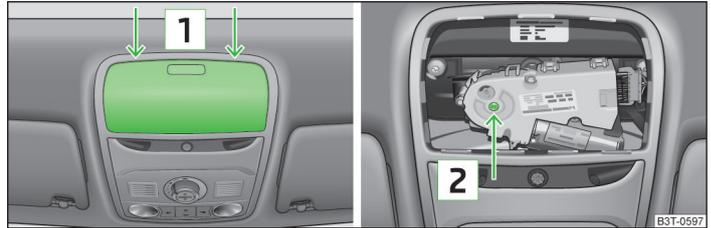

Abb. 195 Ansatzpunkt des Schraubendrehers / Öffnung zum Ansetzen des Schlüssels
- › Einen etwa 5 mm breiten Schraubendreher vorsichtig in den Schlitz an den mit Pfeilen gekennzeichneten Stellen [1] » Abb. 195 einsetzen.